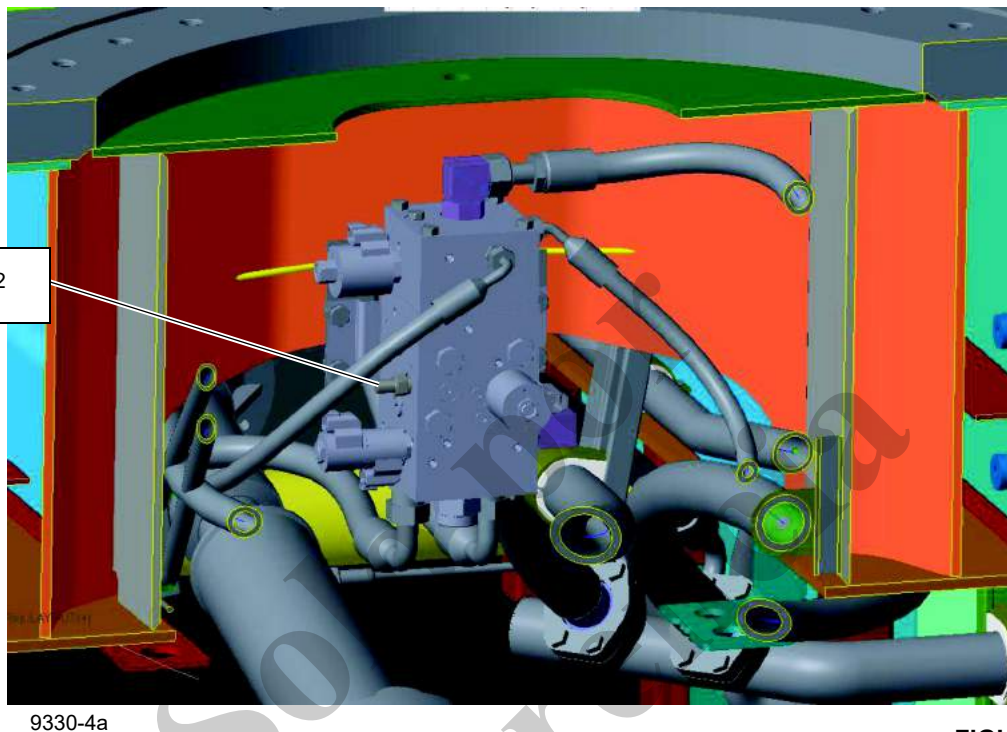

FIGURA 2-26
1. Con el motor apagado, instale un acoplador de diagnóstico y revisión de presión (Manitowoc 9999101806) con manómetro en la boquilla de diagnóstico de la lumbrera G2 de la válvula selectora de estabilizadores/colectora (consulte la Figura 2-26).